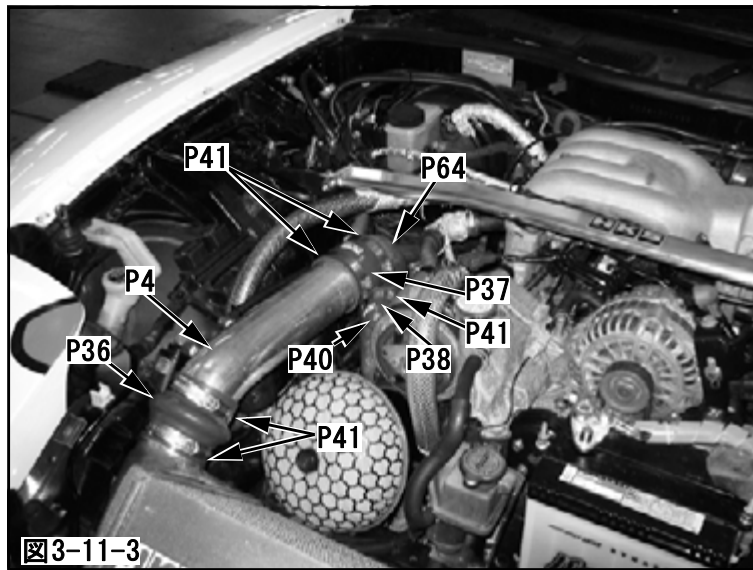

図3-11-3
(2)インタークーラキットの部品を図のように取付けてください。(図3-11-3, 図3-11-4)